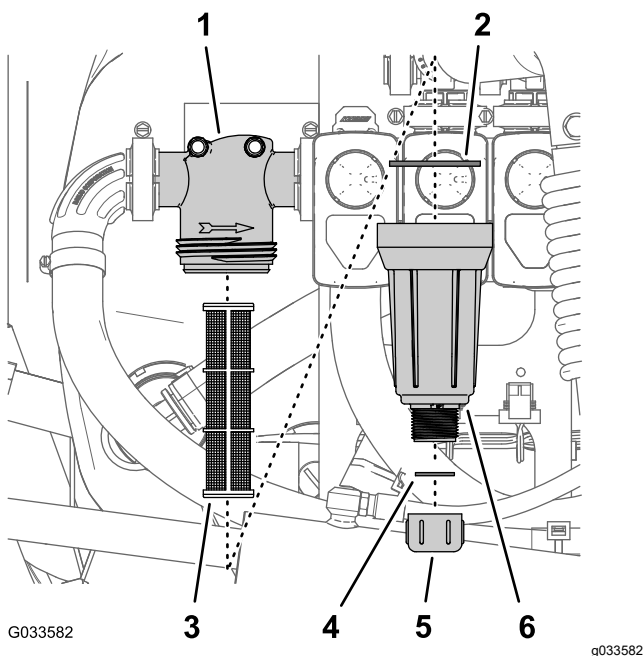

Figura 80
2. Amplasați o tavă de golire sub filtrul de presiune (Figura 80).
3. Rotii capacul de golire în sens invers acelor de ceasornic și scoateți-l din vasul filtrului de presiune (Figura 80).
4. Rotii vasul în sens invers acelor de ceasornic și îndepărtați capacul filtrului (Figura 80).
5. Îndepărtați elementul filtrului de presiune (Figura 80).
7. Verificați dacă există deteriorare și uzură la nivelul garniturii pentru bușonul de golire (situat în interiorul vasului) și garniturii pentru vas (aflată în interiorul capului filtrului) (Figura 80).
8. Montați un nou element de filtrare de presiune la capul filtrului (Figura 80).
9. Montați vasul pe capul filtrului și strângeți-l manual (Figura 80).
10. Montați capacul de golire pe fittingul din partea de jos a vasului și strângeți capacul manual (Figura 80).